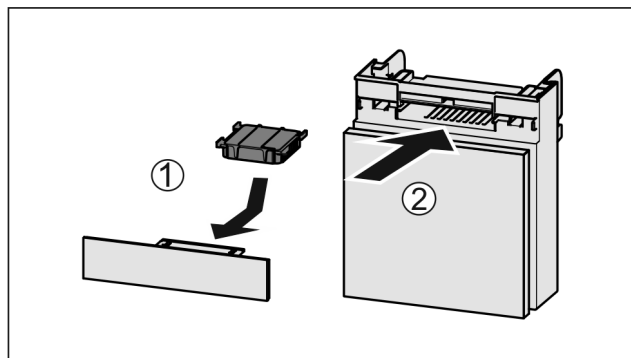

Fig. 138
- ▶ Introduceți Fig. 138 (1) filtrul de cărbune activ după cum se vede în figură.
- ▶ Împingeți Fig. 138 (2) compartimentul în interior.